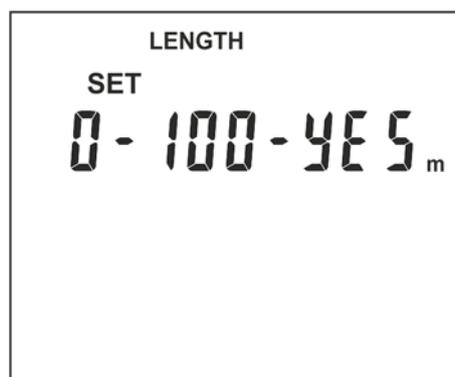

Fig. 15: Configuración calibración de la longitud del cable
2. Pulse y mantenga pulsada durante 3s la tecla **L/W**. La pantalla de Fig. 15 se muestra en el visualizador